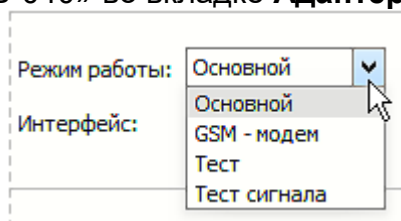

Рис.5. Выбор режима работы во вкладке «Адаптер».
- 1.4.3.6. Требуемый режим работы (за исключением **Загрузка и настройка**) может быть выбран и установлен удаленно (например, с диспетчерского ПК) при помощи сервисного ПО «Взлет СП. Настройка АССВ-030, АСЕВ-040» во вкладке **Адаптер** (рис.5).